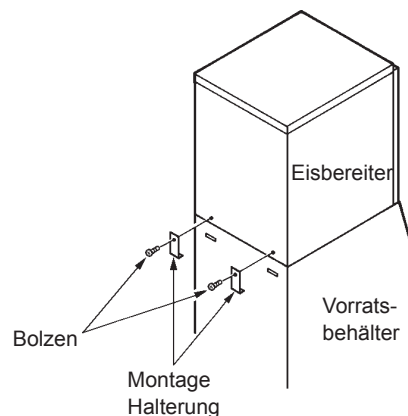

Abb. 4
- 4) Den Eisbereiter mit den mitgelieferten zwei Montagehalterungen und den beiden Schrauben am Vorratsbehälter befestigen. Siehe Abb. 4.